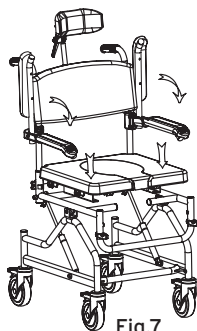

Fig.7
- Poner el asiento sobre el bastidor de la carrocería, presionar hacia abajo para fijarlo en posición y añadir la tapa (Fig.7);